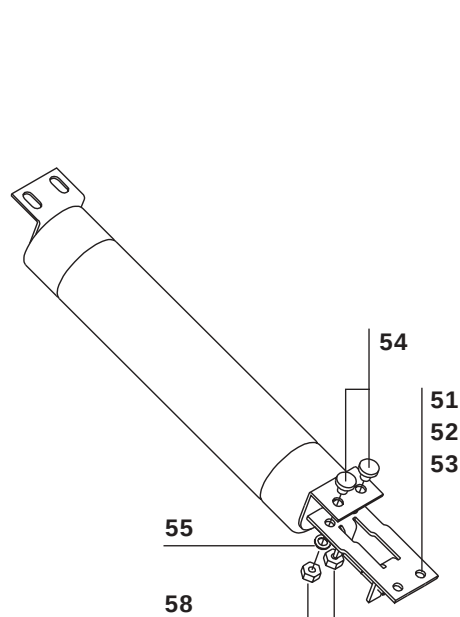

Fig. 56a
a) Montaggio degli adattatori (fig. 56a)
- adattatore (51) per fusibili con interasse di fissaggio $l = 235$ mm;
- adattatore (52) per fusibili con interasse di fissaggio $l = 305$ mm;
- adattatore (53) per fusibili con interasse di fissaggio $l = 454$ mm.
a) Mounting the adapters (fig. 56a)